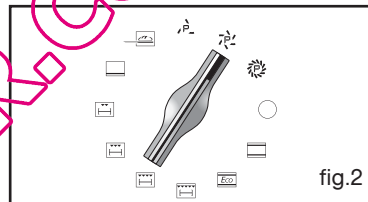

fig.2
Esempio: 1 ora e 45 min (fig.2).
- Premere il tasto + o - per regolare l'ora desiderata di fine cottura (fig.2).